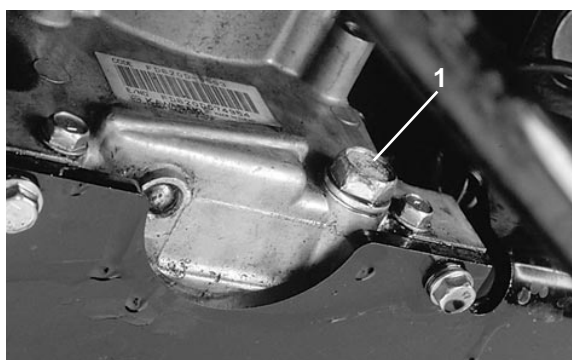

Figure 21
2. Placer un bac de vidange sous le carter d'huile, en face du bouchon de vidange (Fig. 21).